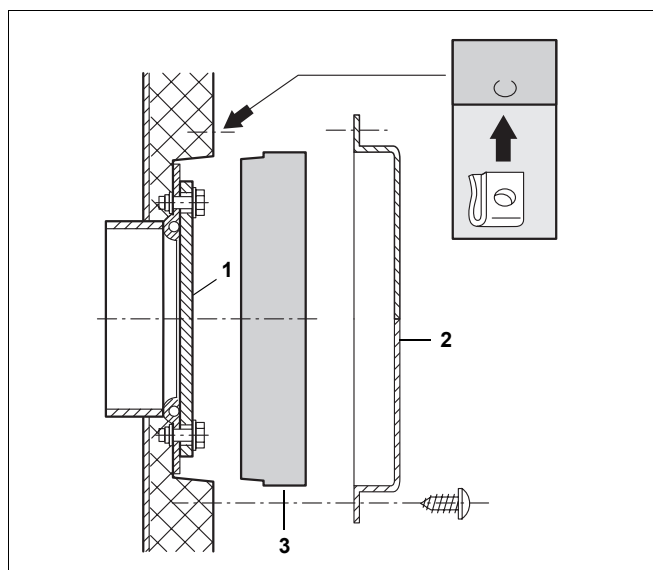

Fig. 7 Izolație termică – gură de vizitare frontală
- Discul termoizolant (fig. 7, **poz. 3**) se montează în fața capacului gurii de vizitare frontale (fig. 7, **poz. 1**).
- Maska (fig. 7, **poz. 2**) se fixează cu 4 șuruburi pentru tablă în fața gurii de vizitare frontale.